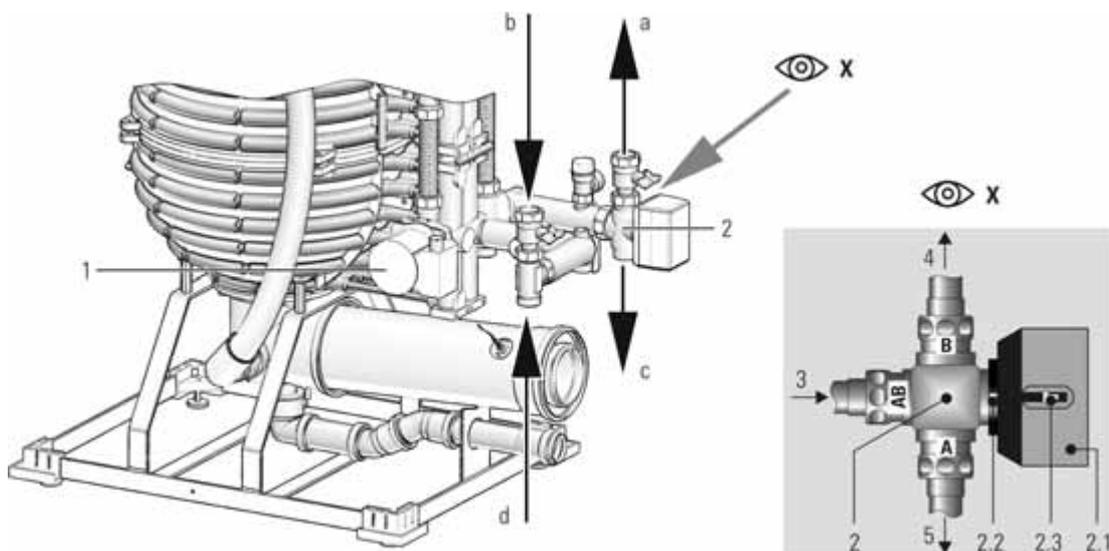

Figura 6-1 Gruppo di collegamento integrato
- Premere il tasto di sblocco (Figura 6-1, pos. 2.2), ruotare la testa del motore della valvola (Figura 6-1, pos. 2.1) di 1/4 di giro verso **sinistra** e rimuoverlo.
- Portare la valvola a 3 vie in posizione intermedia tramite la leva manuale (Figura 6-1, pos. 2.3) (possibile soltanto se in precedenza il motore della valvola si trovava in posizione "Riscaldamento").